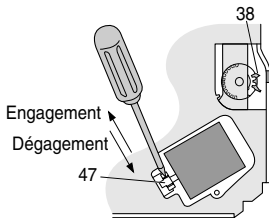

Fig. 4
- Si la mécanique ne peut pas être contrôlée via le circuit principal: Tourner le tenon d'entraînement du moteur de chargement (Pos. 47) à l'aide d'un tournevis pour ajuster la position de la mécanique du logement de cassette (Pos. 38) comme montré à la Fig. 4.